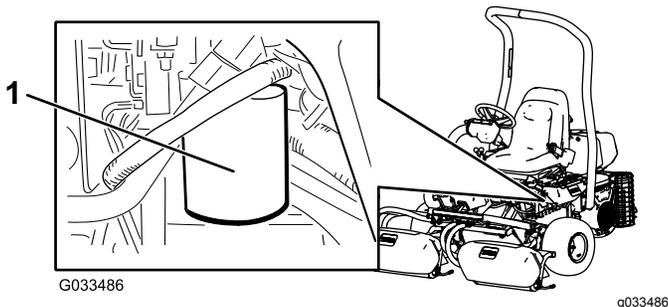

Figure 52
1. Nettoyez la zone autour de la surface de montage du filtre gauche (Figure 52). Placez un bac de vidange sous le filtre et enlevez le filtre.